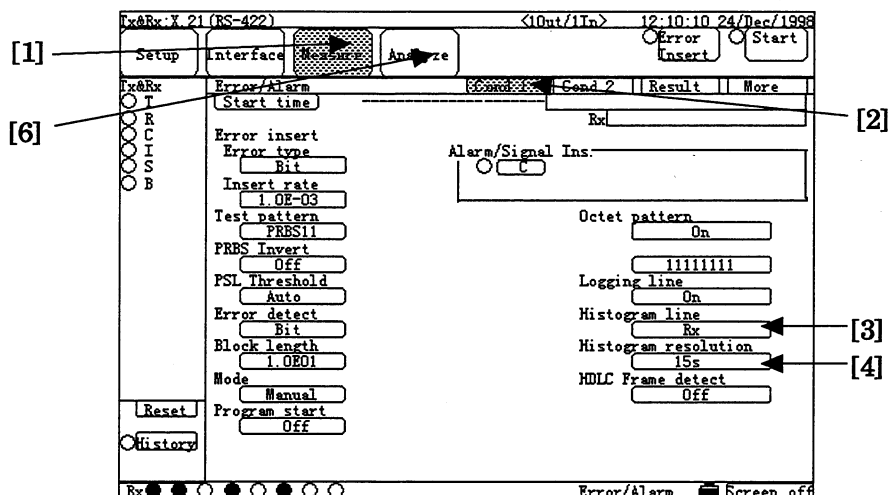

図 6.1-32 Measure : Error/Alarm 画面の Cond.1
- (2.2) 図 6.1-32が開きます。"Cond.1"ボタン[2]を押して、Cond.1 副画面を選択します。